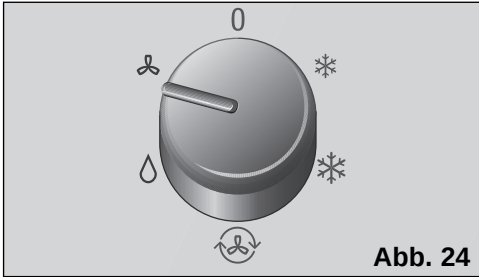

Abb. 24
- ☐ Wählen Sie am Funktionswahlschalter den Reinigungsmodus aus, siehe **Abb. 24**.